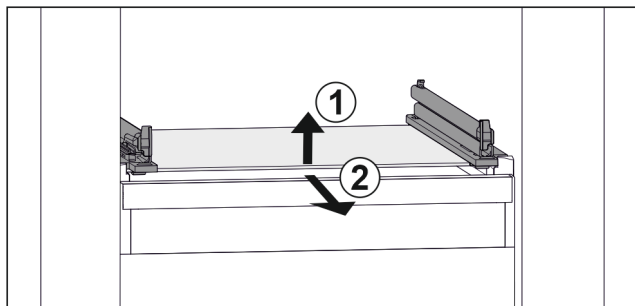

Fig. 82 Przykładowa prezentacja płyty szklanej
- ▶ Unieść płytę szklaną z przodu. Fig. 82 (1)
- ▶ Wyjąć płytę szklaną do przodu. Fig. 82 (2)